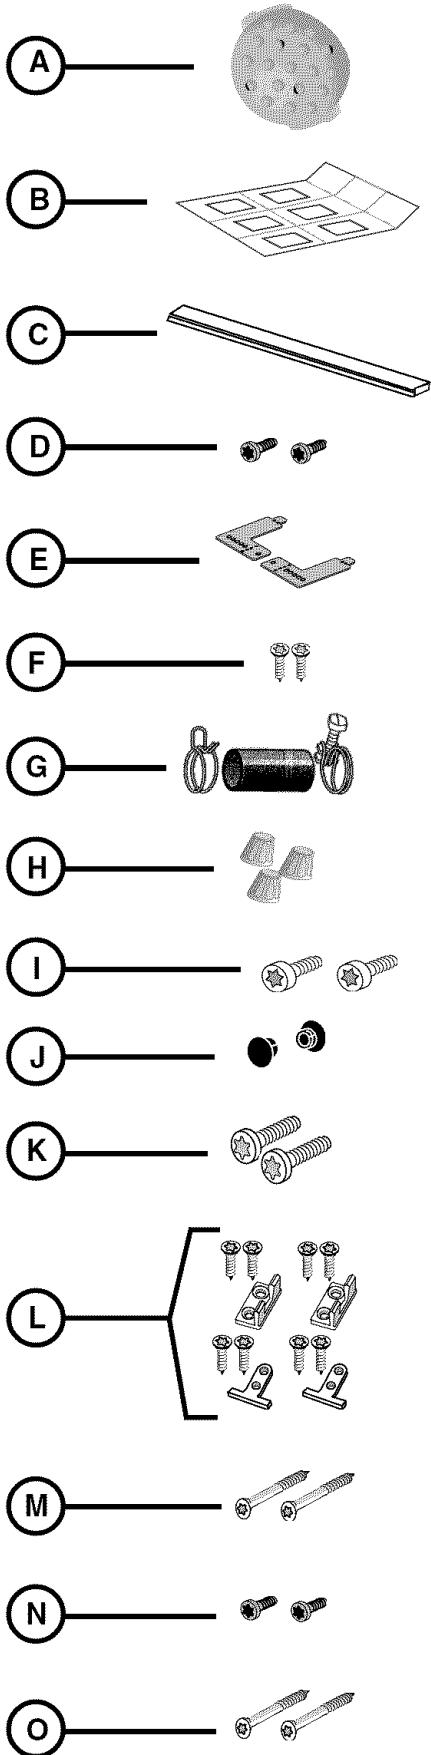

Figure 1/Illus. 1
Accessory Parts for your dishwasher will come in one or more plastic bags. Check to make sure that the parts shown in Figure 1 are included with your model (NOTE: Illustrations are not to scale). If any parts are missing, contact your dealer immediately.
- Extra Tall Item Sprinkler (Figure 1, letter A)
SHI and SHV models also have SHI/SHV Panel Installation Template Sheet (Figure 1, letter B).
SHY66 and SHX56 models also have a Cotton Insulation Strip (Figure 1, letter C).
Les pièces pour le lave-vaisselle sont dans un ou plusieurs sacs en plastique. S'assurer que toutes les pièces illustrées à la figure 1 sont comprises avec le modèle.
- Bras gicleur pour grands articles (Figure 1, lettre A)
Modèles SHI et SHV ont aussi un gabarit pour installation de panneau SHI/SHV (Figure 1, lettre B).
Modèles SHY66 et SHX56 ont aussi une bande d'isolation en coton (Figure 1, lettre C).
Los Accesarios para su lavadora se empacaron en una o más bolsas de plástico. Revise que se incluyeron con su modelo todas las piezas que se muestran en la Ilustración 1 (NOTA: Los gráficos se muestran fuera de proporción). Si faltan piezas, comuníquese al respecto inmediatamente con el vendedor.
- Una Boquilla Regadera para Piezas Extra Altas (Ilustración 1, artículo A)
Los modelos SHI y SHV también incluyen una Hoja Patrón para la Instalación del Panel (Ilustración 1, artículo B).
Los modelos SHY66 y SHX56 también incluyen una Tira Aislante de Algodón (Ilustración 1, artículo C).